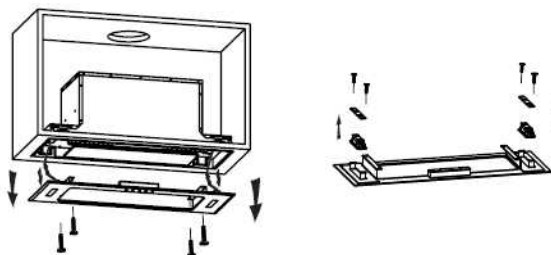

Rys. 3
5. Włożyć okap do szafki, śrubokrętem dokręcić śruby i upewnić się, że okap jest zamocowany (patrz rysunek 3).